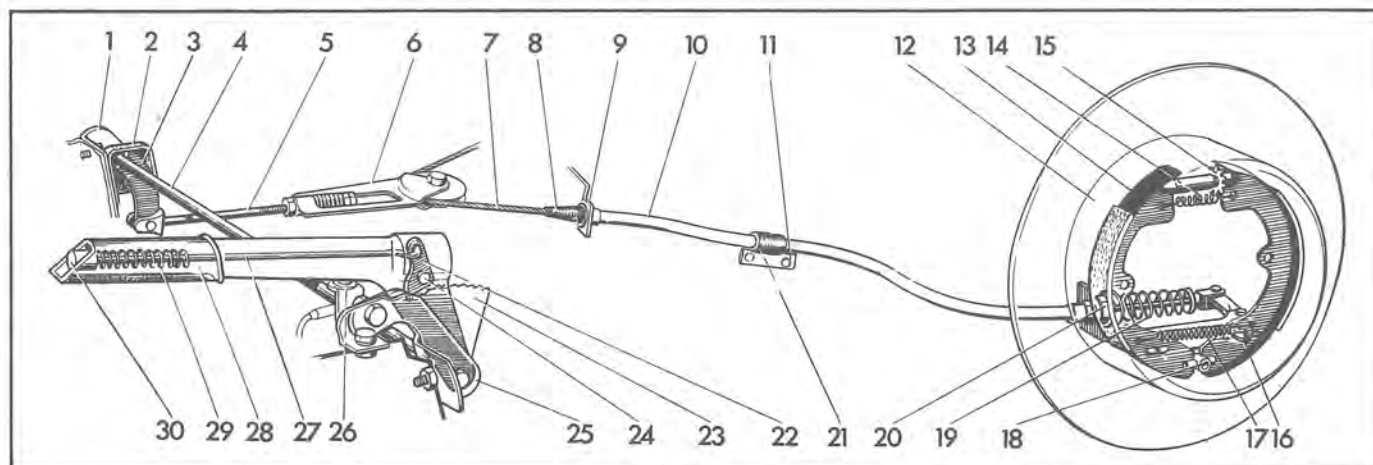

Fig 1.
12. Lossa handbromsvajern från hävarmen (Fig 1 punkt 16).